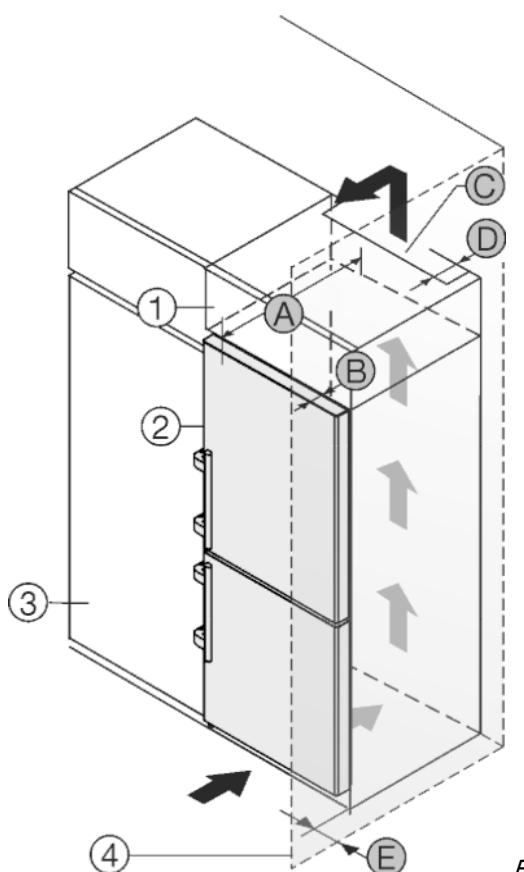

Fig. 49
Устройство может быть окружено кухонными шкафами. Чтобы уравнять устройство Fig. 49 (2) по высоте с кухонной стенкой, можно установить над устройством дополнительный шкафчик Fig. 49 (1).
Установить устройство можно непосредственно рядом с кухонным шкафом Fig. 49 (3). Чтобы можно было полностью открыть двери, устройство должно выступать на глубину Fig. 49 (B) относительно передней стенки кухонного шкафа. В зависимости от глубины кухонных шкафов и использования пристенных распорок устройство может выступать и больше.
- На задней стенке дополнительного шкафчика должен быть вентиляционный канал с глубиной Fig. 49 (D) по всей ширине этого шкафа.
- Нужно соблюдать вентиляционное отверстие Fig. 49 (C) под нижней панелью.
Если устройство установлено на шарнирах у стены Fig. 49 (4), то нужно соблюдать расстояние Fig. 49 (E) между устройством и стеной. Настолько выступает ручка при открытой дверце.